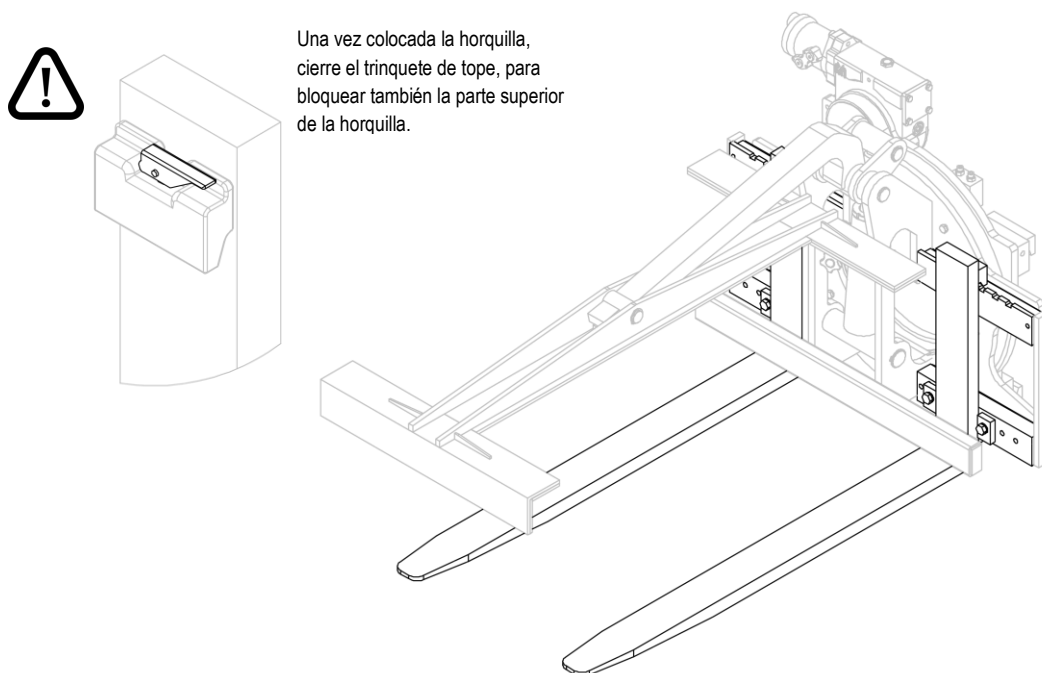

Figura 12
2. Inserta las horquillas y vuelve a apretar los topes (mira *Figura 12*).